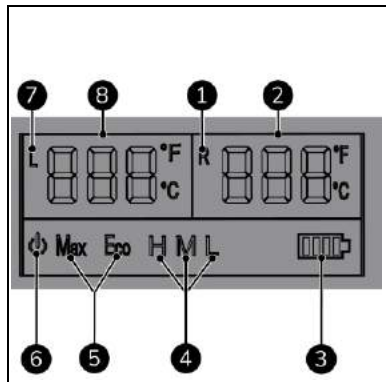

Abbildung 6
- Temperatur zeigt die eingestellte oder aktuelle Temperatur im Kühlfach (Abbildung 6, Pos. 1) oder Gefrierfach (Abbildung 6, Pos. 2) (Celsius oder Fahrenheit).
- Batterie (Abbildung 6, Pos. 3) zeigt den Zustand der Fahrzeugbatterie an.
- Batterieschutz (Abbildung 6, Pos. 4) zeigt den aktuell gewählten Batterieschutzmodus (hoch, mittel oder niedrig) an.
- Kühlkapazität (Abbildung 6, Pos. 5) zeigt die Kühlkapazität (MAX oder ECO) an.
- EIN/AUS (Abbildung 6, Pos. 6) zeigt an, ob das Gerät ein- oder ausgeschaltet ist.
- L (Abbildung 6, Pos. 7) und/oder R (Abbildung 6, Pos. 1) blinken; das Gerät kühlt.
Wenn das Gerät an die Stromversorgung angeschlossen ist, leuchtet die Ein/Aus-Anzeigeleuchte (Abbildung 6, Pos. 7).